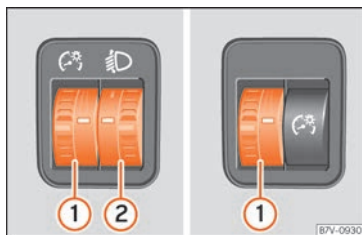

Abb. 145 Neben dem Lenkrad: Regler für Instrumenten- /Schalterbeleuchtung ① und Leuchtweitenregulierung ②.
»» **Abb. 145** ① stufenlos regulieren.
② Leuchtweitenregulierung
Die Leuchtweitenregulierung »» **Abb. 145** ② passt je nach Einstellwert die Lichtkegel der Scheinwerfer stufenlos dem Beladungszustand des Fahrzeugs an. Dadurch hat der Fahrer bestmögliche Sichtverhältnisse und der Gegenverkehr wird nicht geblendet »» .
Zum Einstellen Regler »» **Abb. 145** ② drehen: